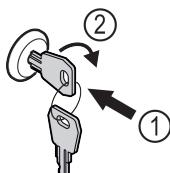

Fig. 181
- Вдавити ключ. Fig. 181 (1)
- Повернути ключ на 90° за годинниковою стрілкою. Fig. 181 (2)